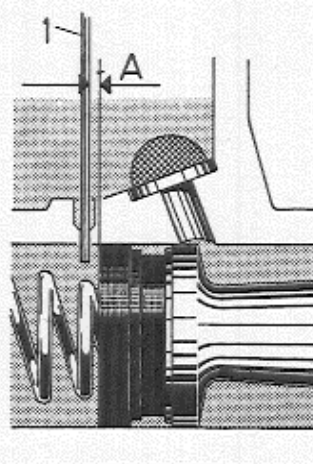

Abb. 52. Überprüfen einer Ausgleichbohrung.
- Durch Einführen eines 0,5 mm dicken Drahtes in die Bohrung, siehe Abb. 52, kontrollieren, daß die Ausgleichbohrung nicht verstopft ist. Der Kolben soll danach etwa 0,5 mm eingedrückt werden können, bevor der Draht festsetzt. Vorsichtig, damit die Dichtung nicht beschädigt wird. Kontrollieren, ob auch Spiel für die Druckstange (5) vorhanden ist.
- Gummimanschette (6) anbringen.